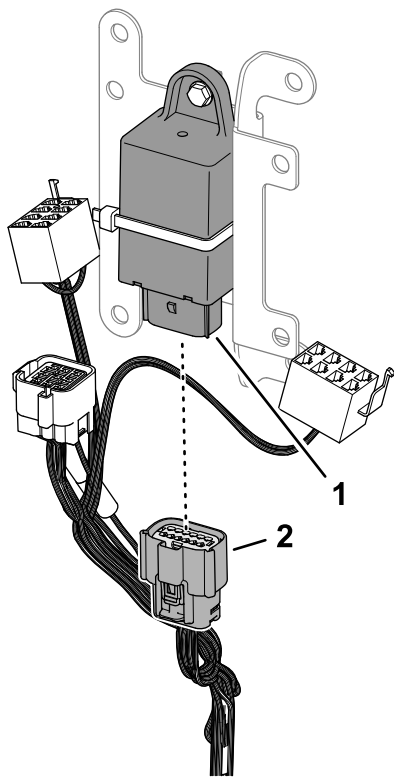

Figure 24
4. Branchez le connecteur à 12 douilles du faisceau de commande au connecteur à 12 broches de la centrale clignotante (Figure 24).